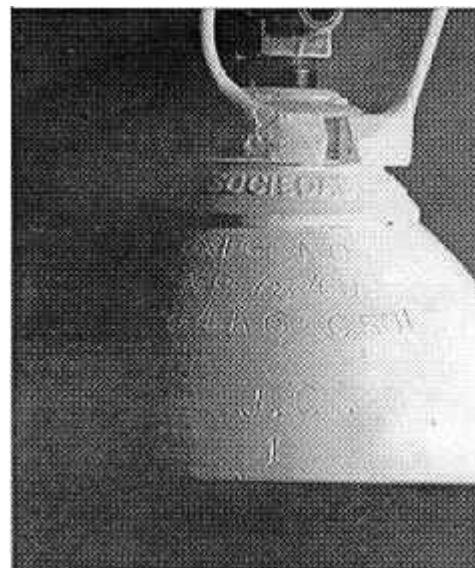

Fig. 9: Marcas y etiquetas en botellas
- Antes de utilizar una botella se asegurará del contenido de la misma, leyendo marcas y etiquetas que figuran en la misma, fig. 9. En caso de duda sobre su contenido o forma de utilización del gas, consultar siempre al suministrador. Asimismo, toda botella que al recibirla del suministrador tenga caducada la fecha de la Prueba Periódica, según establece el **Reglamento de Aparatos a Presión**, será devuelta al suministrador.